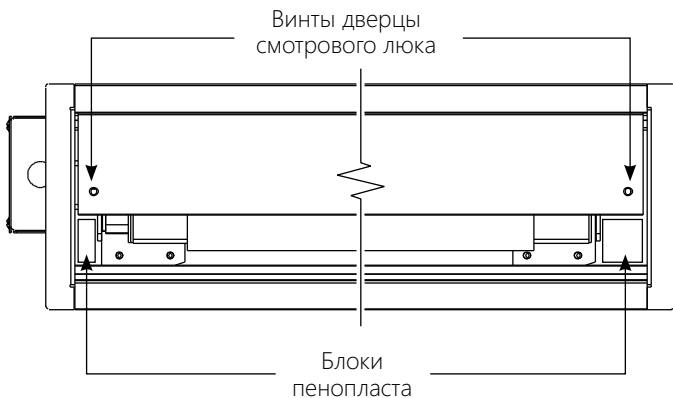

Рисунок 1
5. Для транспортировки между кронштейнами и заглушками вала также вставлен пенопласт (рис. 1). Снимите блоки пенопласта с торцов.
1. Снимите дверцу смотрового люка. Сначала выкрутите 2 винта с торцов. При этом во избежание травм обязательно поддерживайте дверцу. Затем слегка поднимите дверцу и отведите ее от кромки корпуса (рис. 1).